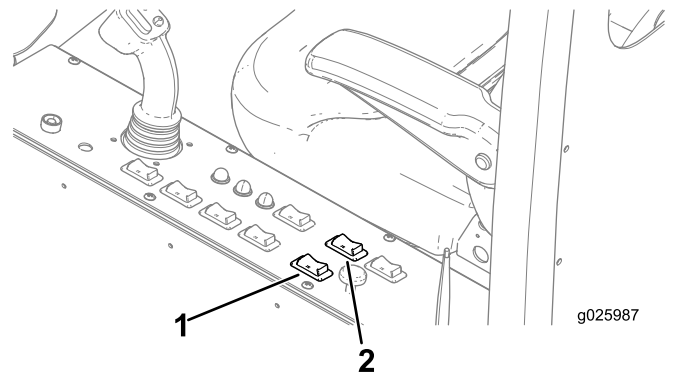

Figure 61
1. Appuyez sur l'arrière de l'INTERRUPTEUR À BASCULE D'ORIENTATION (jusqu'à l'arrêt de la cabine) pour amener la cabine à la position de FORAGE (Figure 61).
2. Appuyez sur l'arrière de l'INTERRUPTEUR À BASCULE DE ROTATION pour faire tourner la cabine à la position de forage voulue (Figure 61).
1. Appuyez sur l'avant de l'INTERRUPTEUR À BASCULE DE ROTATION (jusqu'à l'arrêt de la cabine) pour faire pivoter la cabine à la position de TRANSPORT (Figure 61).
2. Appuyez sur l'avant de l'INTERRUPTEUR À BASCULE D'ORIENTATION (jusqu'à l'arrêt de la cabine) pour amener la cabine à la position de TRANSPORT (Figure 61).